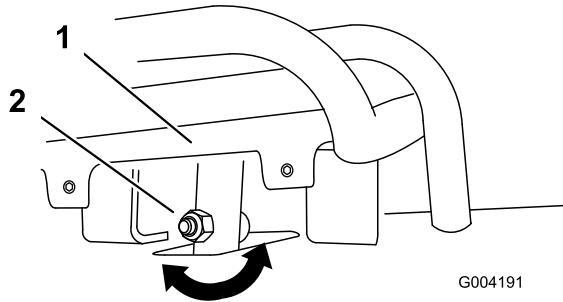
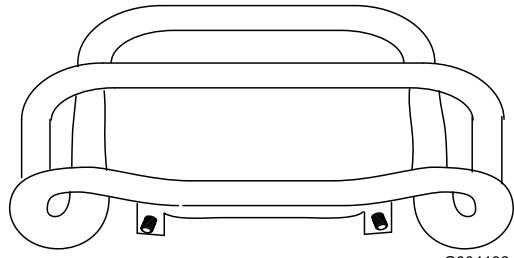

Bild 54
Bild 55
4. Wenn die Vorderseite des Fahrantriebs nicht bündig und gleichmäßig am Anschlagbügel bleibt, lösen Sie die Bundmutter und die Schraube im Schaft des Fahrantriebs (Bild 54).
5. Stellen Sie den Fahrantrieb so ein, dass er bündig am Anschlagbügel bleibt, wenn er gerade nach hinten gezogen wird (Bild 54 und Bild 55).
- C. Lösen Sie die Bundmutter und die Schraube im Fahrantriebsschaft (Bild 54).
- I. Stellen Sie den Fahrantrieb so ein, dass er bündig am Anschlagbügel bleibt, wenn er gerade nach hinten gezogen wird (Bild 54 und Bild 55).